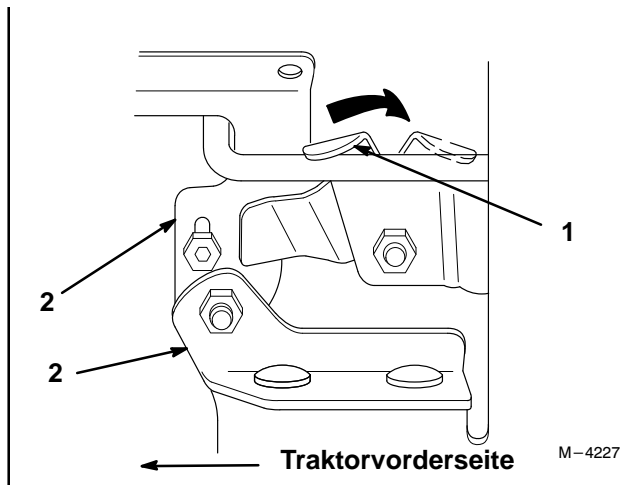

Abbildung 2
1. Die Haubensperre nach hinten drücken, wenn mit dem Absenken der Haube begonnen wird (Abb. 2).